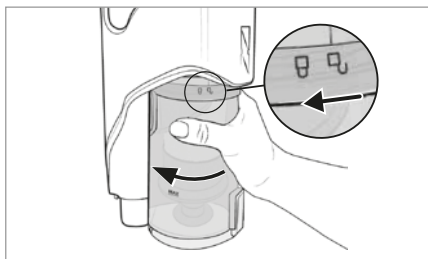

Fig. 19
- 2) Para retirar o reservatório de pó 7 do aparelho, rode-o no sentido do símbolo  (abrir), até ser possível soltá-lo do aparelho (ver fig. 19).